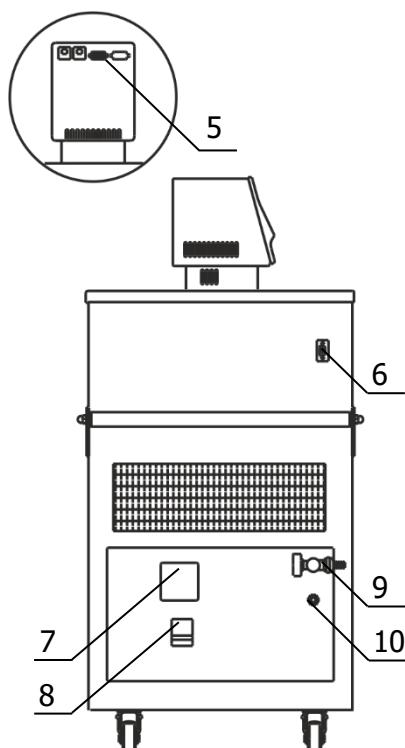

Рисунок 3 — Левая панель ванны термостата
2.2.5 К переливному штуцеру 10 (рисунок 3) присоединить гибкий шланг, второй конец которого опустить в емкость для сбора излишков теплоносителя объемом 1.5–2 литра.
2.2.7 Вставить вилку сетевого кабеля блока регулирования в розетку 7 (рисунок 3). Соединить кабелем из комплекта поставки блок регулирования (разъем 5) и холодильную машину (разъем 6). Сетевой кабель термостата подключить к питающей сети напряжением 220 В. Для этого в лабораторном помещении должна быть установлена электрическая розетка из комплекта поставки термостата.
2.2.8 Автоматический выключатель 8 (рисунок 3) перевести в положение «включено».
2.3.3 При работе термостата на температурах, близких к нижней границе диапазона регулирования необходимо доливать теплоноситель до момента слива его из переливного штуцера 10 (рисунок 3) при охлаждении термостата на каждые 10 °C.
- на короткое время перевести автоматический выключатель 8 (рисунок 3) в положение «выключено»;
2.4.4 Для повторного запуска холодильной машины после наступления аварийной ситуации необходимо отключить питание термостата, для этого перевести автоматический выключатель 8 (рисунок 3) в положение «выключено».
2.5.5 Надеть сливной шланг из комплекта поставки на кран 9 (рисунок 3) и закрепить его хомутом. Свободный конец шланга опустить в емкость для сбора теплоносителя объемом, превышающим объем термостата.